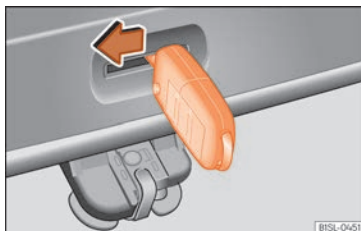

Abb. 75 Vom Gepäckraum aus: Heckklappe notentriegeln.
- Schlüsselbart in die Öffnung in der Heckklappe »» **Abb. 75** stecken und Entriegelungshebel in Pfeilrichtung drücken, um die Heckklappe zu entriegeln.